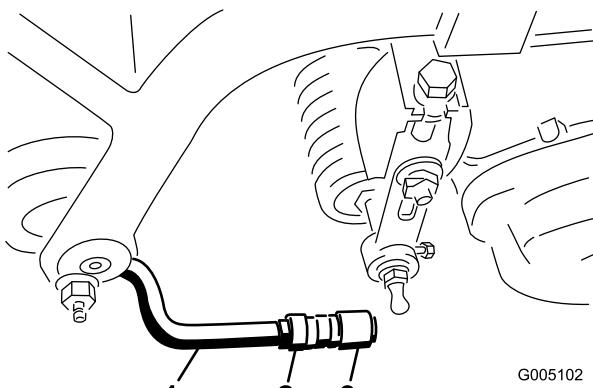

Figure 11
- Alignez les boîtes des rotules de sorte que le côté ouvert soit centré vers la sphère. Serrez les contre-écrous pour fixer les boîtes de rotules en position (Figure 11).